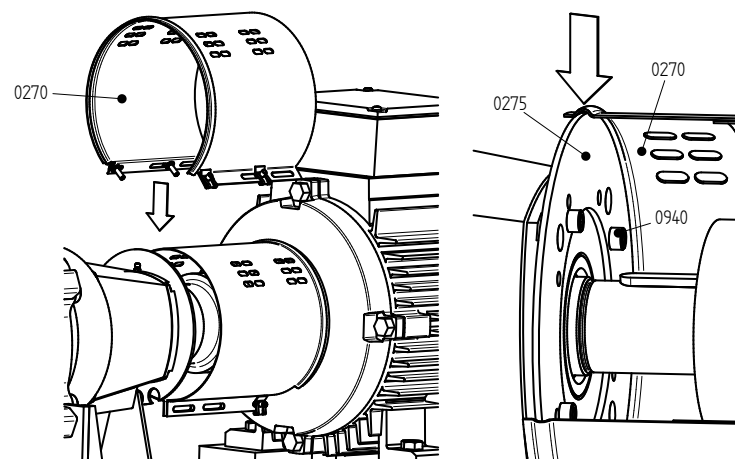

Figura 16: Instalación de la cubierta en la parte de la bomba.
- 7 Afloje los tornillos (0940) y desmonte la placa de montaje (0275) de la tapa de cojinetes (2115). En las versiones L5/L6: Afloje los tornillos (0940) y desmonte la placa de montaje (0275) del soporte de cojinetes (2840). Consulte figura 16.
En las versiones L5/L6: Monte la placa de montaje (0275) en el retén del cojinete (2840) con los tornillos (0940). Consulte figura 16.